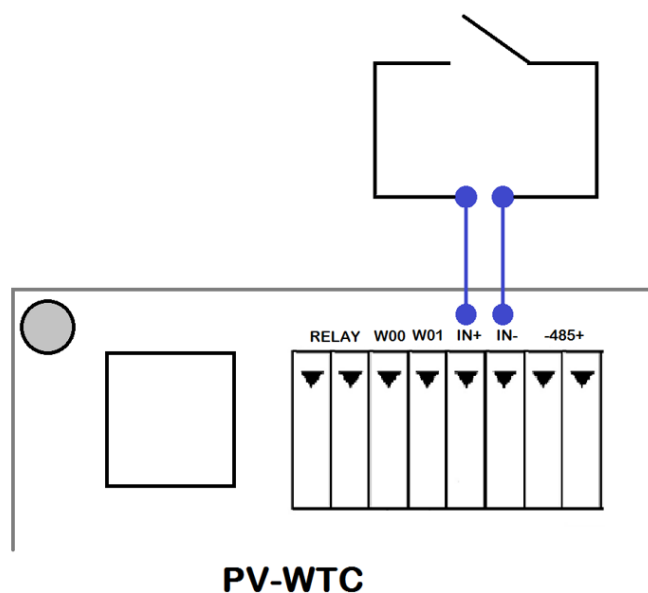

Рисунок 11 – Подключение датчика двери или кнопки к бортовому дискретному входу
2.2.7.1 Подключение датчика двери или кнопки к терминалу выполняется непосредственно к бортовому дискретному входу (см. рисунок 11) или с использованием БУР BioSmart.